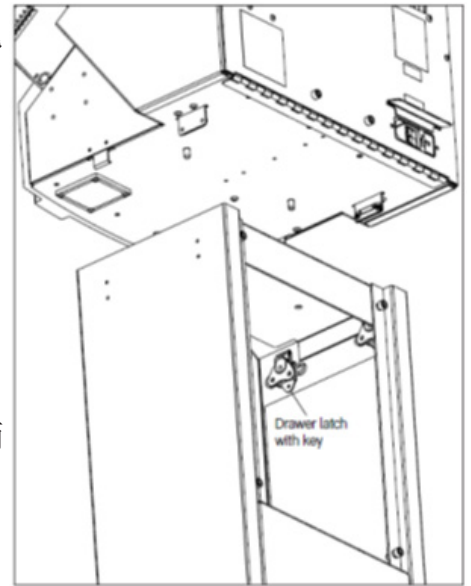

图 2. 将控制单元组装到支架
3. 将控制单元的底座与滚轮底座的顶部对齐,将控制单元向下放在滚轮底座上(图 2)。